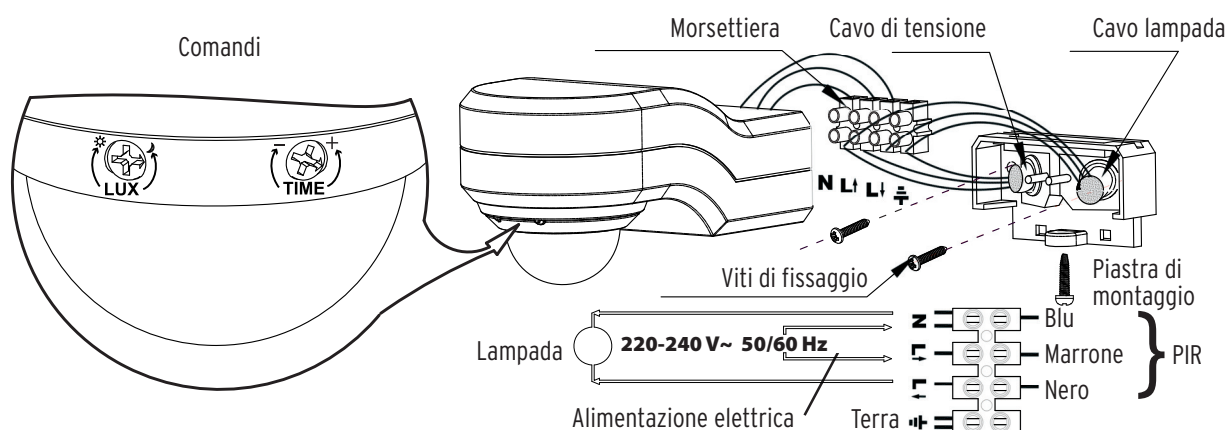

Fig. 2
8. Collegare il cavo di rete e quello della lampada alla morsettiera (vedi fig. 2).
**COMPRESIONE DEI COMANDI (v.fig.2)****REGOLAZIONE DELLA DURATA DI ILLUMINAZIONE:**